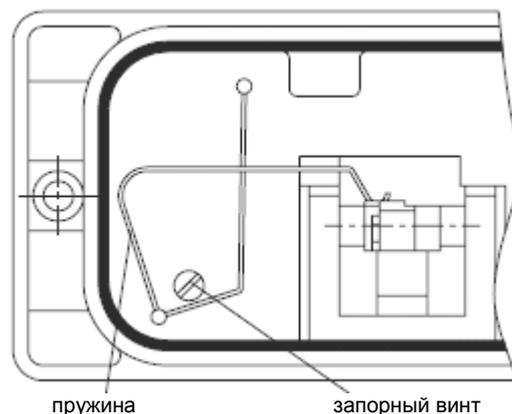

Рис. 5 • Установка пружины на тыльной стороне корпуса
7. Удалить запорный винт на тыльной стороне позиционера (рис. 5) и закрыть боковой выход управляющего давления "Output" заглушкой из набора принадлежностей.
8. Смонтировать позиционер так, чтобы отверстие в промежуточной плате (15) закрывало отверстие с уплотнительным шлангом на раме привода.